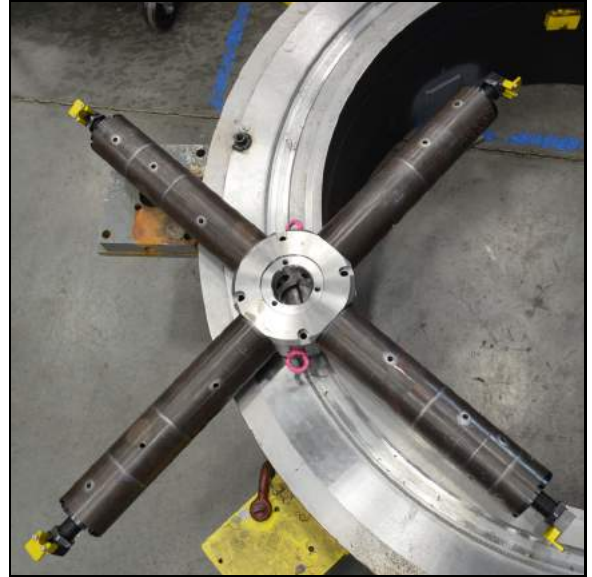

FIGURE 3-3. ASSEMBLAGE DU MANDRIN DI
3. Assemblage du mandrin DI (Figure 3-3).